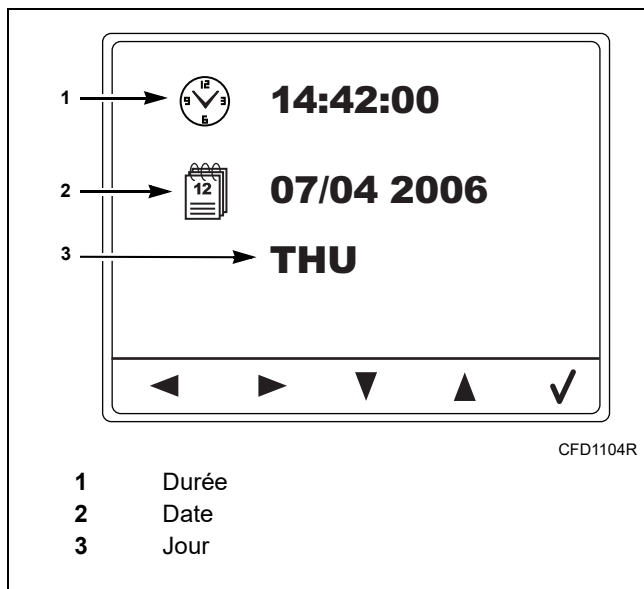

Figure 64
2. Confirmer en appuyant sur la touche sous l'icône Le crochet. Se reporter à la *Figure 64*.